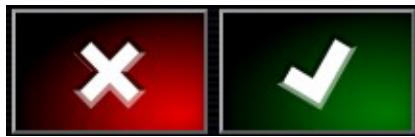

Bild 11
Mit diesen Tasten brechen Sie eine Eingabe oder Auswahl ab oder bestätigen sie. Sie müssen eine der Tasten auswählen, um von einem Bildschirm, auf dem sie angezeigt werden, auf einen anderen zu navigieren (Bild 11).
- Bestätigen Sie das neue Display (Bild 11).